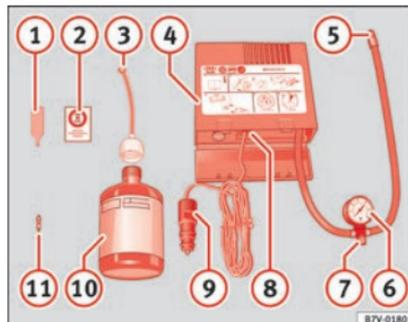

Fig. 97 Rappresentazione standard: contenuto del kit per la riparazione degli pneumatici.
Il kit per la riparazione degli pneumatici si trova nel sottofondo del bagagliaio. Include i seguenti componenti » fig. 97:
Riavvitare il tubo di gonfiaggio » **fig. 97** ⑤ e controllare la pressione con il manometro ⑥.